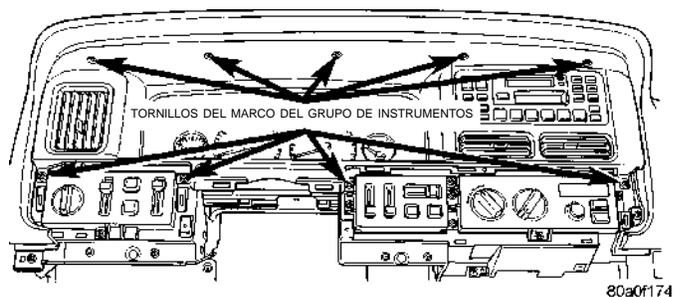

Fig. 5 Desmontaje/instalación de los tornillos del marco del grupo de instrumentos
- (1) Desconecte y aisle el cable negativo de la batería.
- (2) Retire los dos marcos de la cápsula de conmutadores como se describe en este grupo.
- (3) Retire los diez tornillos que aseguran el marco del grupo de instrumentos al tablero de instrumentos (Fig. 5).